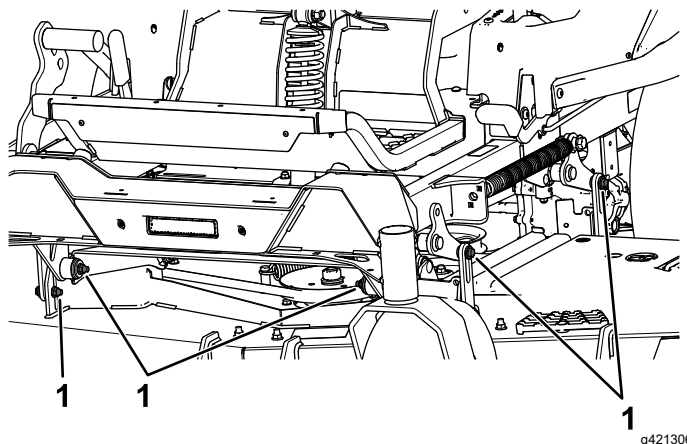

Figura 87
7. Rimuovete e conservate dadi e bulloni su ambo i lati della macchina (Figura 87).